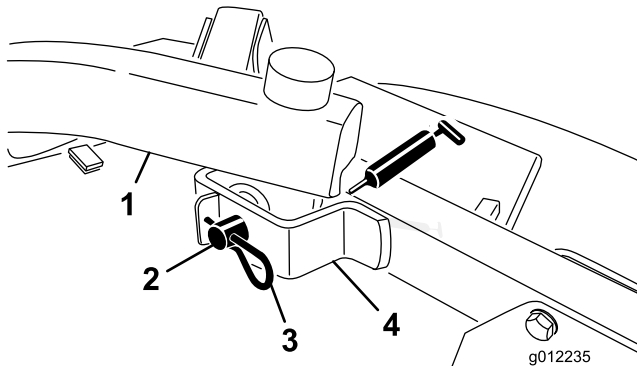

図 17
- ・ 昇降アームのピボット (前) (2ヶ所; 図 17)